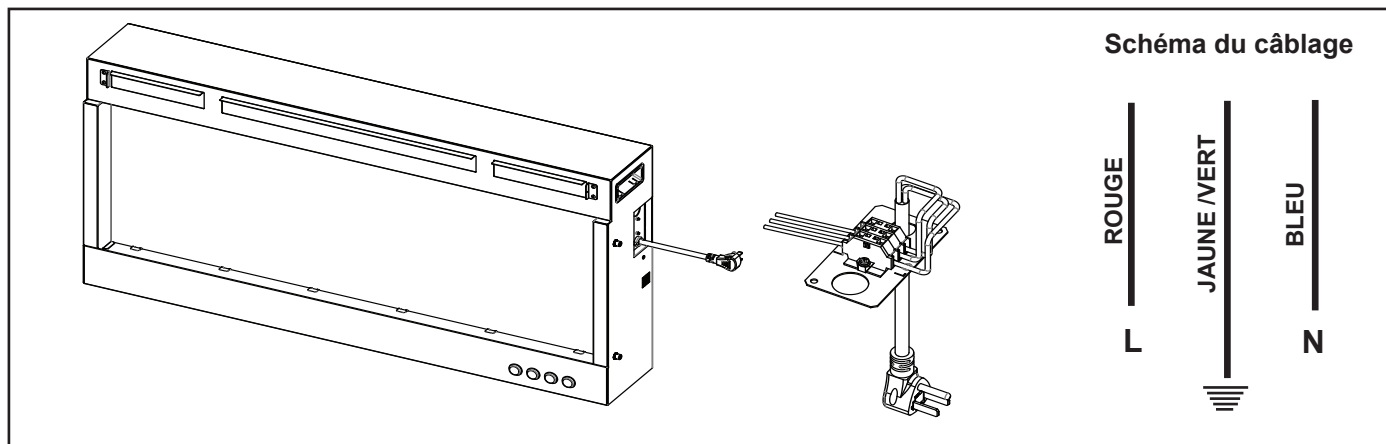

Figure 4.15 Cordon d'alimentation optionnel (uniquement pour montage mural direct)
3. Connectez les trois fils de l'appareil au bornier fourni avec le kit de cordon d'alimentation. Voir la figure 4.15.